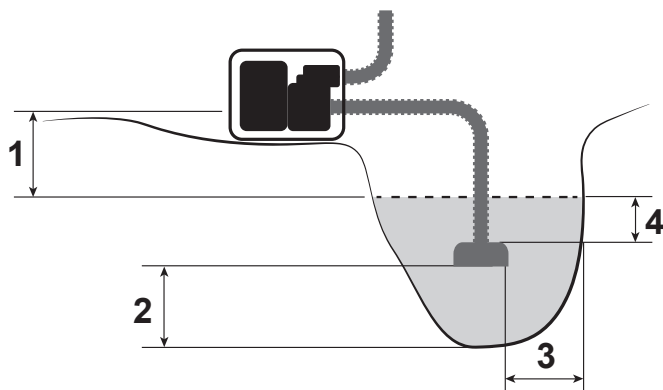

**Рис. 12 Расположение мотопомпы и всасывающего фильтра**
1. Установите мотопомпу вблизи водоема (емкости) на твердую ровную горизонтальную поверхность, опустите всасывающий рукав с установленным фильтром в водоем (емкость), обеспечив вертикальное положение фильтра. При расположении всасывающего рукава с установленным фильтром соблюдайте все требования, указанные на Рис. 12.
2. Необходимо установить мотопомпу как можно ближе к водоему. Чем меньше высота расположения мотопомпы по отношению к уровню забора воды (Рис. 12 п. 1), тем быстрее происходит всасывание воды и выше производительность насоса.
*Не превышайте высоту расположения мотопомпы по отношению к уровню забора воды (Рис. 12 п. 1).*
4. В процессе выкачивания воды из водоема (емкости) уровень воды в водоеме (емкости) будет естественным образом понижаться. Если требуемые расстояния (Рис. 12 п. 2, 3, 4) между всасывающим фильтром и стенками, и дном водоема (емкости) не соблюдаются, выкачивание воды следует прекратить.